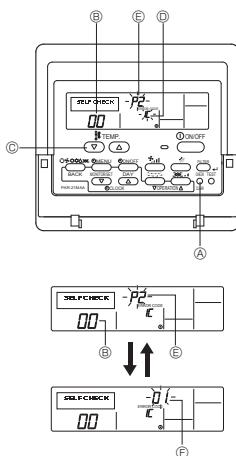

Fig. 7-3
7.3.1. สำหรับรีโมทคอนโทรลแบบมีสาย (Fig. 7-3)
- ① เปิดสวิตช์
- ② กดปุ่ม **[CHECK]** ส่องครั้ง
- ③ ใช้ปุ่ม **[TEMP]** ตั้งค่าสารทาร์ความเย็นหากใช้การควบคุมระบบ
- ④ กดปุ่ม **[ON/OFF]** เพื่อปิดการตรวจสอบตัวเอง